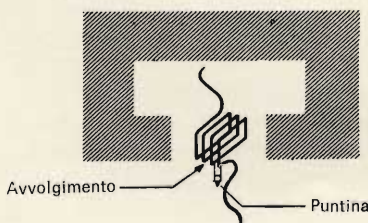

Fig. 10 - Funzionamento di una cartuccia a bobina mobile.
- Le cartucce a bobina mobile contengono un piccolissimo avvolgimento che oscilla in un campo magnetico - fig. 10.